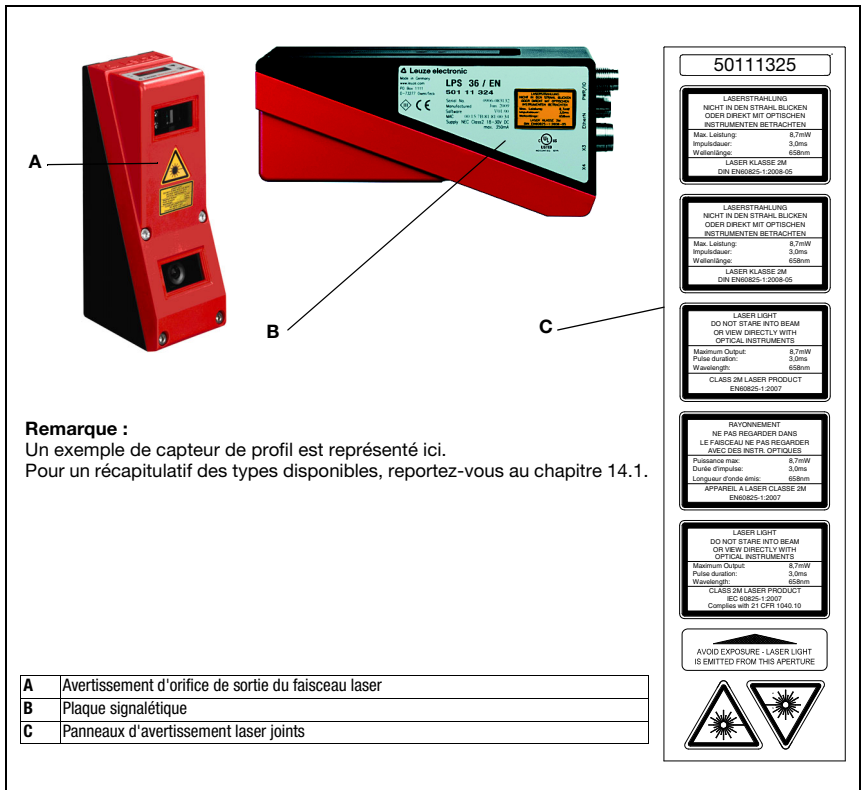

Fig. 2.1 : Plaque signalétique et mises en garde
*Placez impérativement les autocollants joints à l'appareil (C sur la figure 2.1) sur l'appareil ! Si, en raison des conditions d'installation de l'appareil, une mise en place des panneaux sur le capteur de profil ne devait pas être possible sans les cacher, placez-les à sa proximité de façon ce qu'il puissent être lus sans devoir regarder dans le rayon laser !*